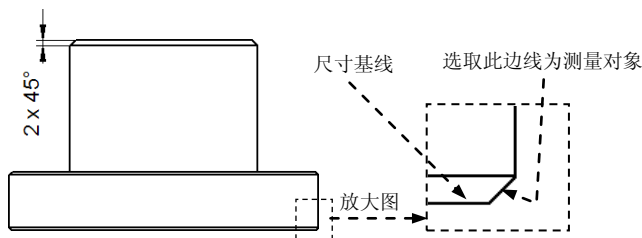

图 8.2.49 定义参照对象
Step5. 在“倒斜角尺寸”命令条“尺寸方位”下拉列表中选择**标注平行**选项,选择图 8.2.49 所示边线为尺寸基线,然后选择图 8.2.49 所示的线为测量对象,在合适的位置放置尺寸,结果如图 8.2.49 所示。